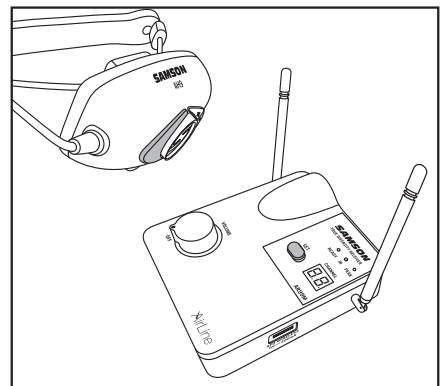

Figura 2
7. Coloque el transmisor AH9 a unas 6-12 pulgadas (15-30 cm) de la parte frontal del AR99m con la ventana de infrarrojos del transmisor mirando hacia el transmisor de infrarrojos en el panel frontal del receptor AR99m (figura 2).